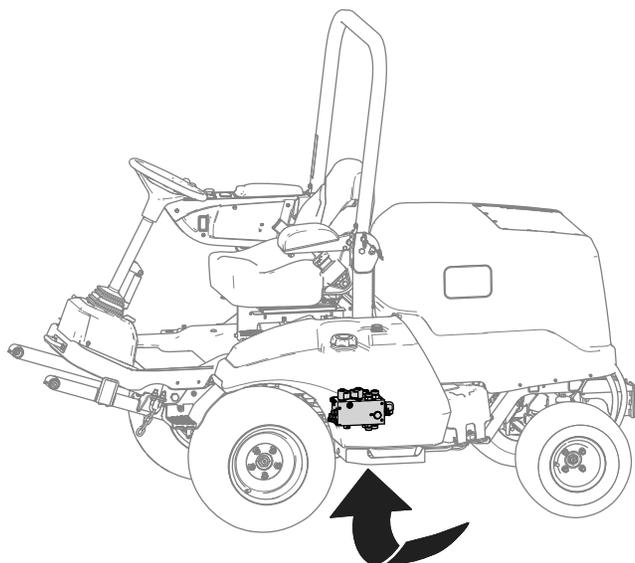

Figura 7
- A. Mettete una bacinella di spurgo sotto il collettore idraulico (mostrato in Figura 7).